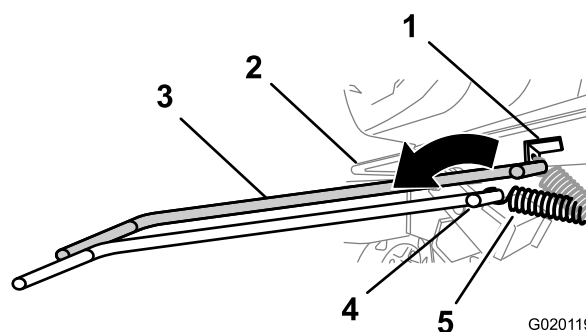

**Figure 46**
9. Avec une brosse, décalaminez la grille du pare-étincelles avec précaution (Figure 46).